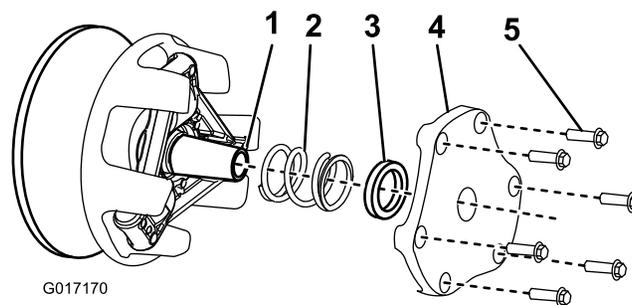

Bild 61
4. Legen Sie die Abdeckung, das Distanzstück und die Feder zur Seite (Bild 61).